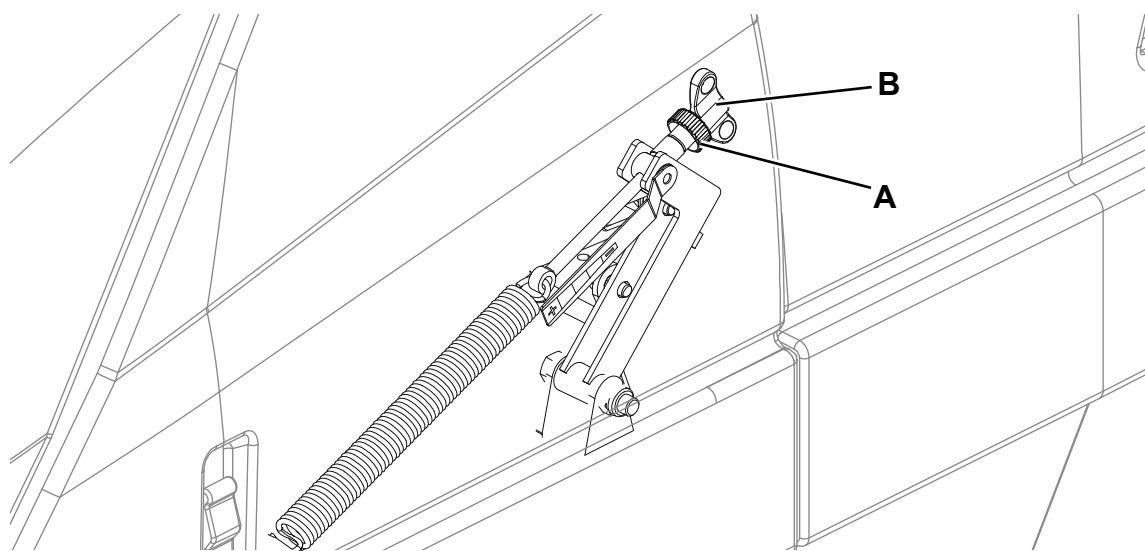

Figure 3
3. Tourner la clé de contact (64) et démarrer la machine.
4. Baisser le balai central au moyen du levier (53) et le laisser tourner pour 1 minute.
7. Pour effectuer le réglage, ouvrir le coffre (1) du compartiment moteur en agissant sur le bouton-poussoir de déblocage (25), desserrer la poignée (A, Fig. 3) et agir sur l'écrou papillon (B) du balai central en considérant que :